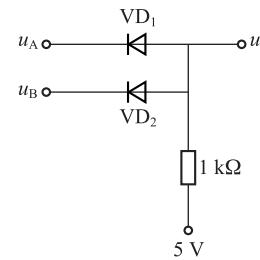

图 1-16 逻辑运算电路
(1)如图 1-16 所示,若  $u_A = u_B = 0 \text{ V}$ ,从图中可知  $VD_1$ 、 $VD_2$  承受正向电压, $VD_1$ 、 $VD_2$  导通,忽略二极管导通压降,输出电压  $u_o = 0 \text{ V}$ 。